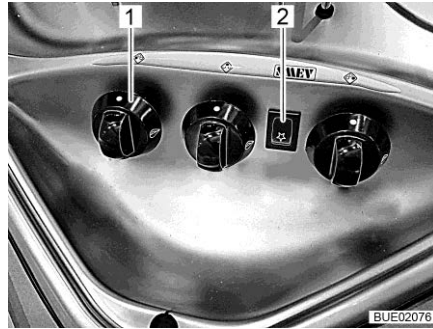

Bild 231 Reglage, knappar för gasspis
- Vrid vridregulatorn (Bild 231,1) till önskad låga till tändningsläge (stor låga).
- Tryck på tändknappen (Bild 231,2). Nu bildas tändgnistor vid brännaren.